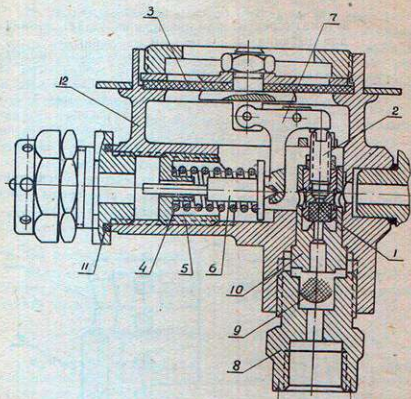

Рис. 4
Редуктор аппарата (см. рис. 4) является рычажным редуктором прямого действия и предназначен для понижения давления воздуха, подводимого к легочному автомату, с $150-20 \text{ кг/см}^2$ до $7-5 \text{ кг/см}^2$.
Корпус клапана ввернут в корпус редуктора и герметизируется резиновой прокладкой (11) (см. рис. 4).